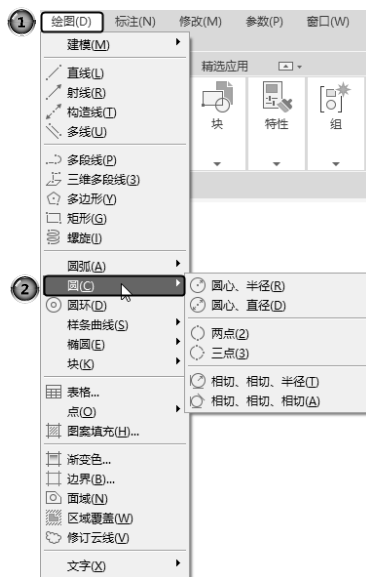

图 2-19 圆的绘制方法
圆是一种简单的封闭曲线, 也是绘制工程图形时经常使用的图形单元。在 AutoCAD 中绘制圆的方法共有 6 种, 如图 2-19 所示。在后面的绘制方法中及绘制“哈哈猪造型”实例中将全面讲述这 6 种方法, 请读者注意体会。
(2) 选择菜单栏中的“绘图”→“圆”→“相切、相切、相切”命令(见图 2-19), 命令行提示与操作如下。